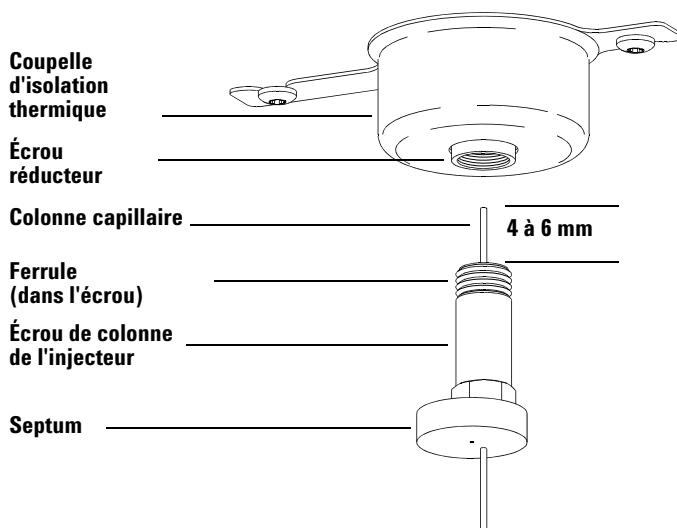

Figure 7 Installation d'une colonne capillaire dans un injecteur avec/sans division
- 2 Positionner la colonne pour qu'elle dépasse de 4 à 6 mm de l'extrémité de la ferrule (Figure 7).